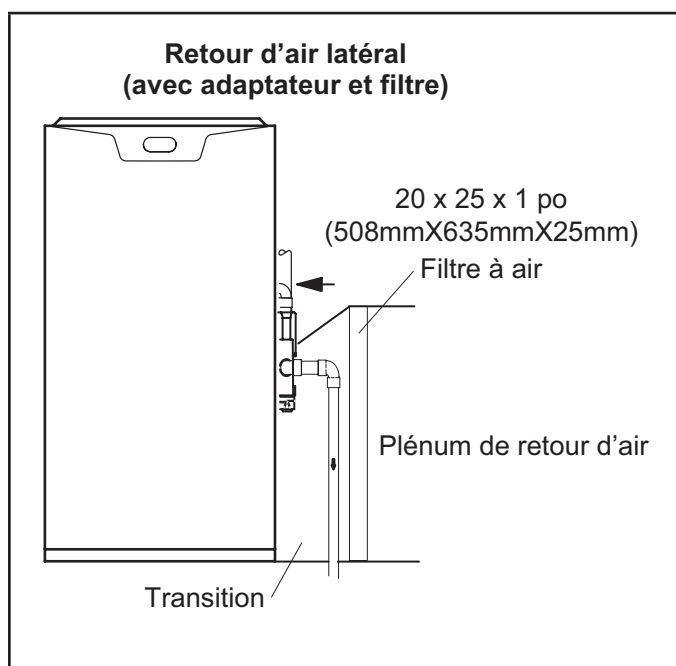

Figure 13
**Le ML196UHEK avec retour d'air latéral et purgeur de condensat sur le même côté de l'enceinte (le purgeur peut être installé à une distance de 5 pieds maximum) nécessite une base de reprise d'air ou un adaptateur (non fourni) permettant d'installer un accessoire d'amélioration de la qualité de l'air intérieur (IAQ) facultatif d'une hauteur supérieure à 14,5 po. Reportez-vous à Figure 13.**